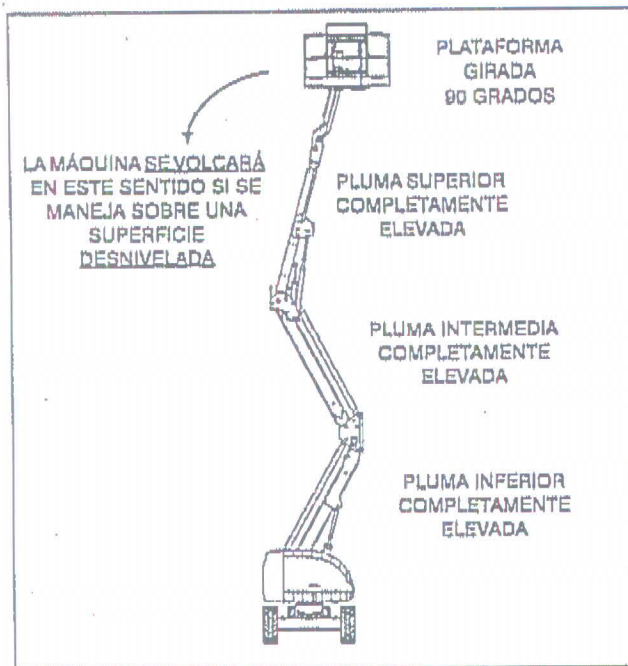

Figura 4-2. Posición de estabilidad trasera mínima
La estabilidad de la máquina depende de dos (2) condiciones, las cuales se denominan estabilidad DELANTERA y estabilidad DELANTERA mínima o TRASERA mínima se ilustra en la Figura 4-2.